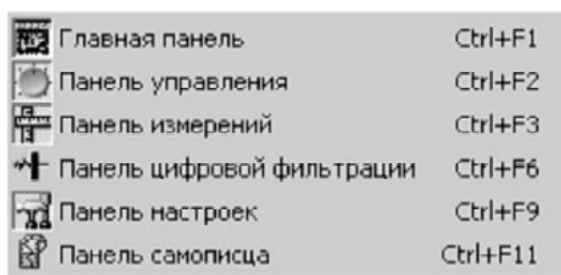

Рисунок 14 - Меню “Панели”
4.3.10 Меню “Панели” (см. рисунок 14).